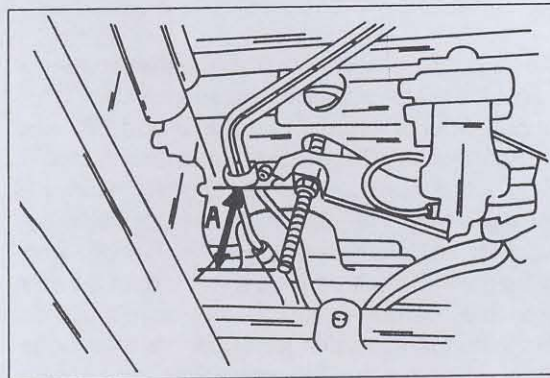
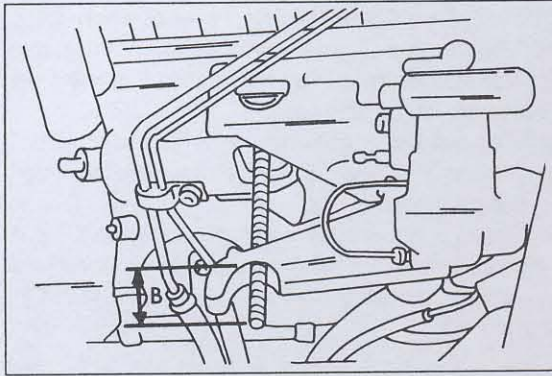

Bild 260
Bild 261
de Gewindestück der Schraube genau ausmessen und notieren. Bild 260 zeigt wo gemessen wird. Dieses Mass ist bei der Einstellung wichtig. Die beiden Muttern (1) danach vollkommen entfernen.
- Den Verankerungshebel in die ursprüngliche Lage setzen, d.h. das beim Ausbau vorgefundene Mass wieder herstellen (siehe Bild 260), ehe die Kontermutter aufgeschraubt wird. Danach die Kontermutter mit 40 - 50 Nm gegen die andere Mutter anziehen.
Falls der gleiche Drehstab wieder eingebaut wird, die Kennzeichnungen an den Verankerungshebeln und dem Drehstab gegenüberbringen und die Hebel aufschieben. Danach die Einstellmuttern wieder auf das in Bild 260 gemessene Mass bringen und die beiden Mutter gegeneinander kontern (40 - 50 Nm). Den Verankerungshebel mit 70 - 95 Nm am Querlenker anschrauben.
Eine Neueinstellung ist erforderlich, falls man einen Drehstab erneuert hat, da das in Bild 260 gemessene Mass nicht länger gültig ist. Folgendermassen vorgehen:
- Unter Bezug auf Bild 261 den Verankerungshebel so auf den Drehstab aufstecken, dass die Verankerungsschraube um das gezeigte Mass "B" aus dem hinteren Verankerungshebel heraussteht. Der Abstand beträgt 36 mm bei einem Lieferwagen oder 30 mm bei einem Minibus. Bei einem 4WD wird das Mass auf 40 mm gebracht. Zu beachten ist, dass die Messung an unterschiedlicher Stelle als in Bild 260 gezeigt stattfindet. Aufgrund der Wichtigkeit soll dies nochmals wiederholt werden: Gemessen wird von der Innenseite des Verankerungshebels bis zum Ende der eingesetzten Ankerschraube.
- Zur provisorischen Einstellung der Fahrzeughöhe die Einstellmutter aufschrauben, bis das in Bild 260 gezeigte Mass auf 63 mm bzw. 75 mm (4WD) kommt.